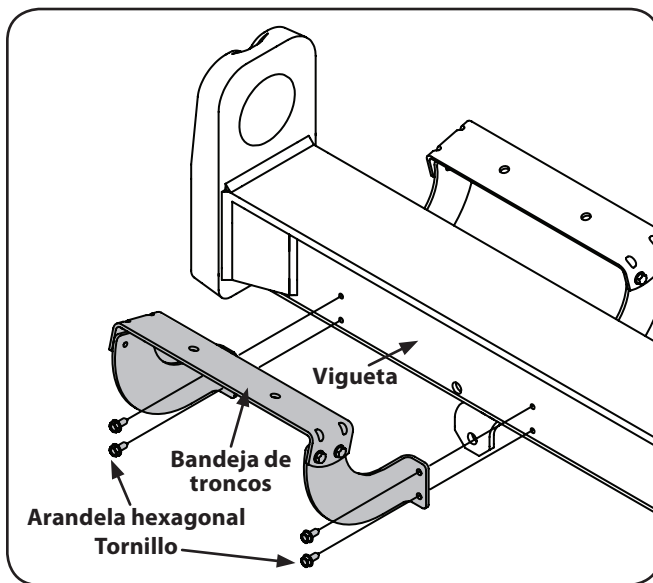

Figura 3-7
- Vuelva a colocar el bandeja de troncos al costado de la vigueta con la válvula de control, alineando los orificios del bandeja con los orificios de la vigueta. Vea la Figura 3-7.